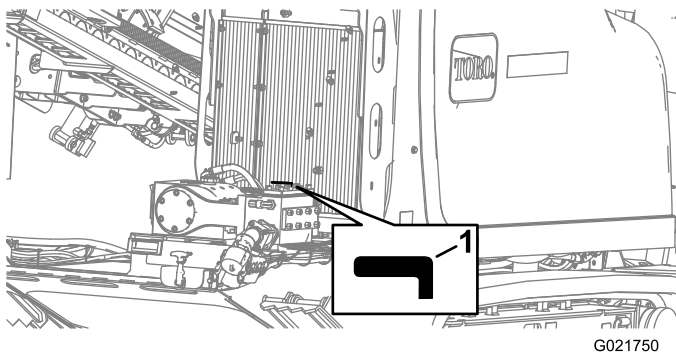

Figura 154
4. Gire a válvula de fluido de perfuração no sentido horário até a posição Off (Figura 154).